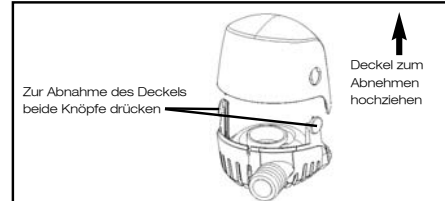

Abb. 2
- Zur Entfernung des Pumpenkörpers die Hand über den Körper legen und die Verschlussriegel (Augen) entfernen und den Körper vom Filtersockel entfernen. NB: Der Motor wird mit dem Körper entfernt. (siehe Abb. 2).
- Pumpenkörper wieder am Sockel befestigen. Der Körper ist in den Filtersockel so einzubringen, dass der Sockel in die Löcher im Körper einschnappt. (siehe Abb. 2).